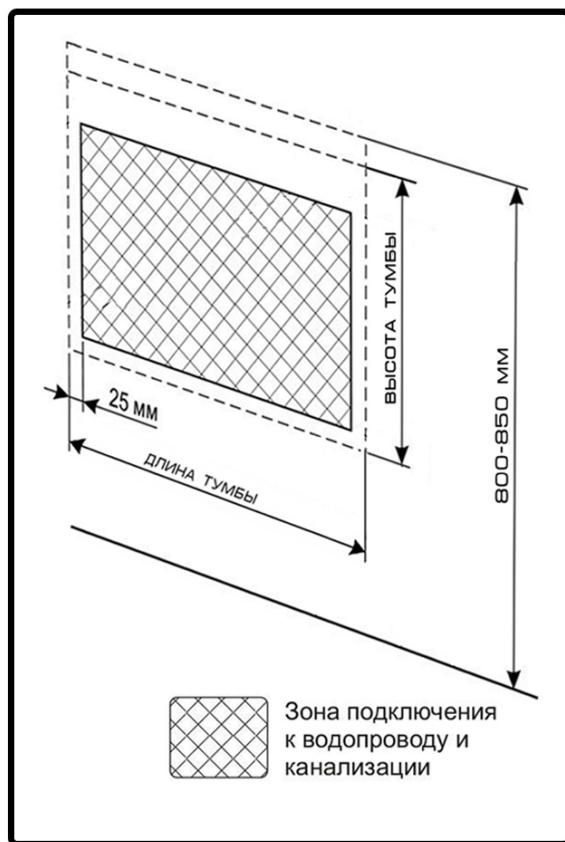

Рис.6 РАЗМЕТКА ГАБАРИТОВ
- ПОСЛЕ ТОГО, КАК ВЫ ОПРЕДЕЛИТЕСЬ С МЕСТОМ НУЖНО БУДЕТ ОТМЕТИТЬ ОБЩУЮ ВЫСОТУ КРЕПЛЕНИЯ РАКОВИНЫ С ТУМБОЙ, КОТОРАЯ ДОЛЖНА БЫТЬ В ПРЕДЕЛАХ 80-85 см. В ДАЛЬНЕЙШЕМ НА СТЕНЕ СТОИТ ОЧЕРТИТЬ ОБЩИЕ ГАБАРИТЫ ТУМБЫ И ЗОНУ ПОДКЛЮЧЕНИЯ К ВОДОПРОВОДУ И КАНАЛИЗАЦИИ. РАЗМЕРЫ ЗОНЫ ПОДКЛЮЧЕНИЯ ОПРЕДЕЛЯЮТСЯ ОТСТУПОМ 2-3х см. ОТ НИЗА, БОКОВ И МЕСТА КРЕПЛЕНИЯ ТУМБЫ К СТЕНЕ (**РИС.6**).